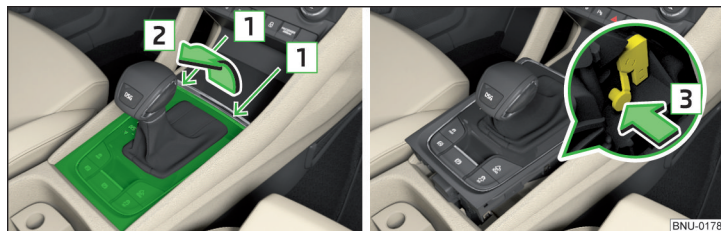

Fig. 336 Retirar la tapa / desbloquear la palanca selectora
- Introduzca un destornillador plano o una herramienta similar en la ranura en la área de la flecha **1** » **fig. 336** y suelte con cuidado la tapa en el sentido de la flecha **2**.